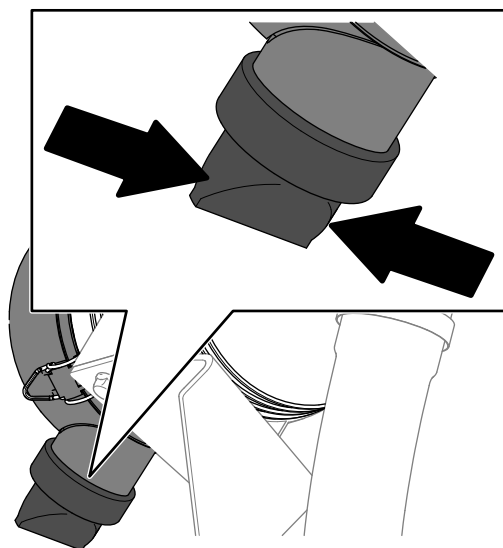

Figura 73
5. Aperte a válvula do ejetor de poeira (Figura 73).